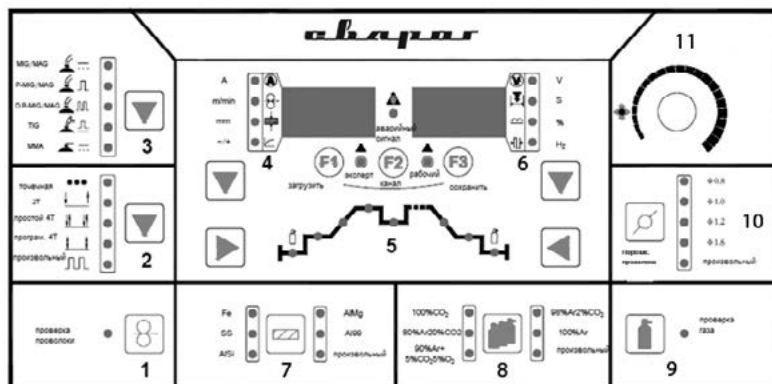

Рис. 6.3. Передняя панель.
3. Панель управления источника питания (см. рис. 6.3)